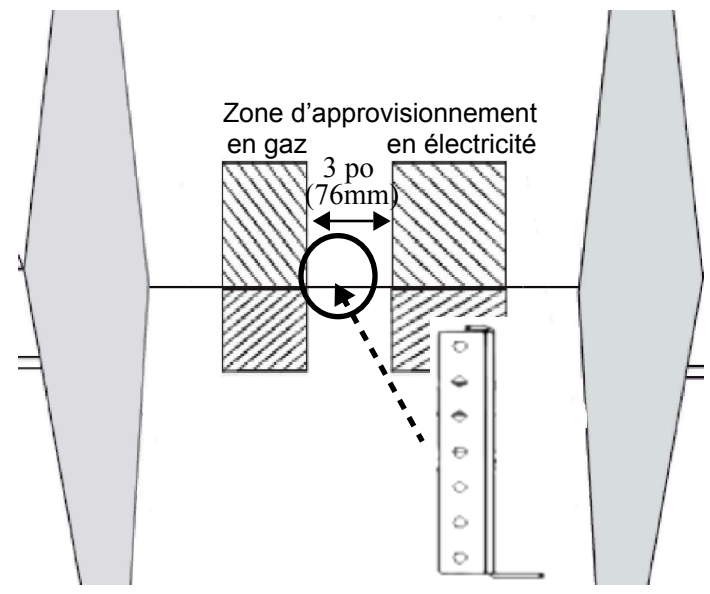
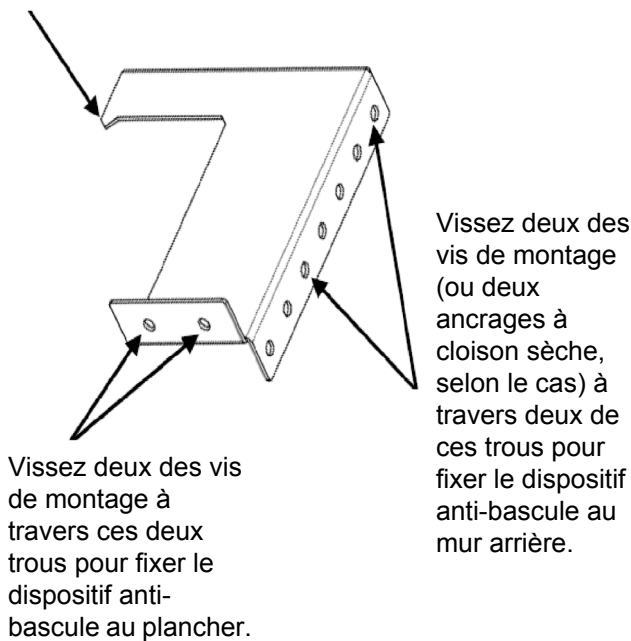

Figure 12: Emplacement pour le montage du support anti-bascule
Figure 13: Support anti-basculé
- Dans tous les cas, vous devez utiliser au moins deux vis de montage pour fixer le support anti-bascule au plancher, ou deux vis de montage (ou ancrages pour cloison sèche) pour le fixer au mur situé derrière l'appareil (voir *Figure 12* et *Figure 13*).
2. Placez le support sur le plancher près du centre de l'endroit où l'appareil sera installé (illustré sur la Figure 12).